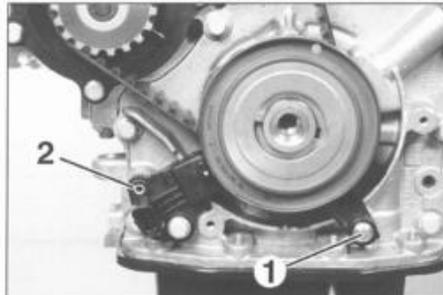
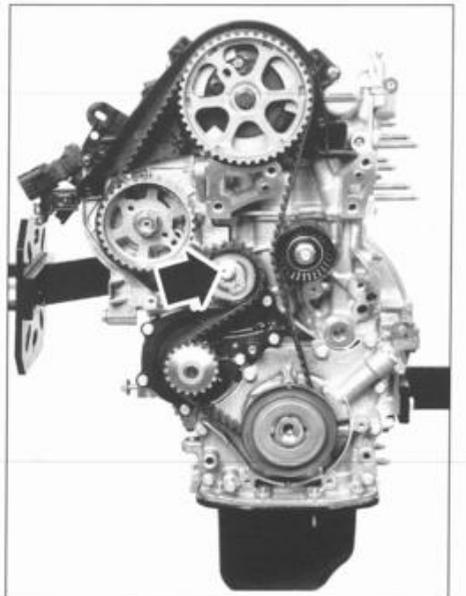

FIG. 8
FIG. 12
- el captador de régimen motor (2) (fig. 8).
- Desmontar el tornillo de la escuadra antidecalado (1).
- Aflojar el tornillo de fijación del rodillo tensor (fig. 12) para destensar la correa.
• Apretar el tornillo de fijación del rodillo tensor (fig. 12).
- la escuadra antidecalado (1) (fig. 8) y apretar a 0,5 daNm
- el captador de régimen (2).
- Aflojar el tornillo del rodillo tensor (fig. 12).